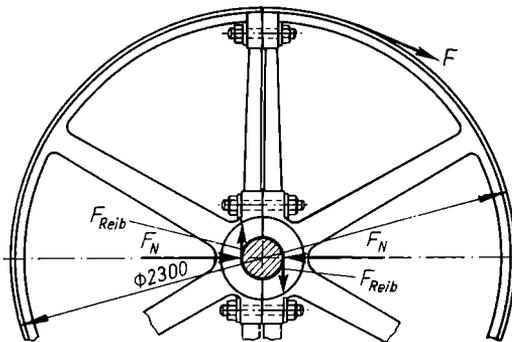

Bild 37
67. Die Verbindungsschrauben der Nabe einer zweiteiligen Riemenscheibe (Bild 37) sind zu berechnen. Scheibendurchmesser 2300 mm. Wellendurchmesser 180 mm. Übertragene Leistung 210 PS bei $n = 160 \text{ min}^{-1}$. Die Nabenschrauben erzeugen zwischen jeder Nabenhälfte und Welle eine Anpressungs-Normaldruckkraft F_N , die einen Reibungswiderstand F_R liefert. Letzterer soll so groß sein, daß bei einer Reibungszahl 0,15 das Drehmoment zwischen Scheibe und Welle allein durch Reibung übertragen werden kann, ohne daß ein Nutenkeil beansprucht wird. Zu berechnen ist der Durchmesser der $2 \cdot 3 = 6$ Nabenschrauben für eine zulässige Zugspannung von 900 kp/cm^2 .